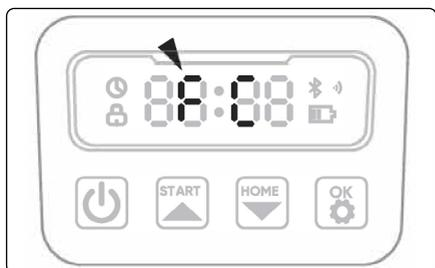

Рис. 23
3. Нажмите «Пуск», затем «ОК». На дисплее отобразится «FC», и газонокосилка отключится от зарядной станции (рис. 23).